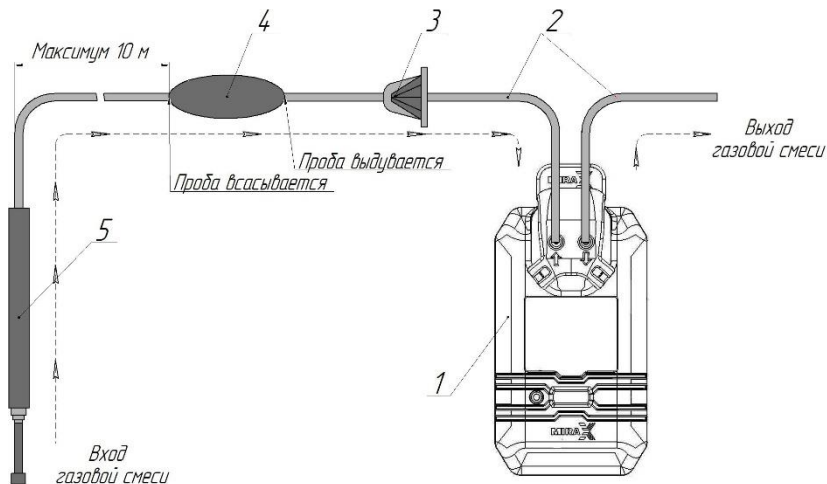

Рис. 6. Схема соединения ручного насоса и газоанализатора.
1. Последовательность соединения ручного насоса с газоанализатором должна быть в строгом соответствии с Рис. 6. Радиус изгиба пневматической магистрали должен быть не менее 20 мм.